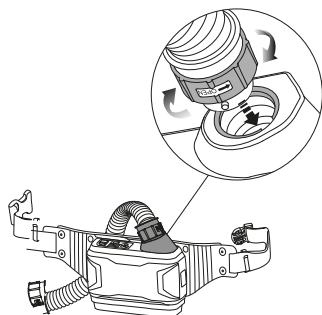

fig.7
- Fixez une extrémité du tube respiratoire à la pièce faciale et l'autre extrémité à la sortie du moteur. Tournez l'extrémité inférieure du tube respiratoire pour le verrouiller solidement (voir fig. 7).